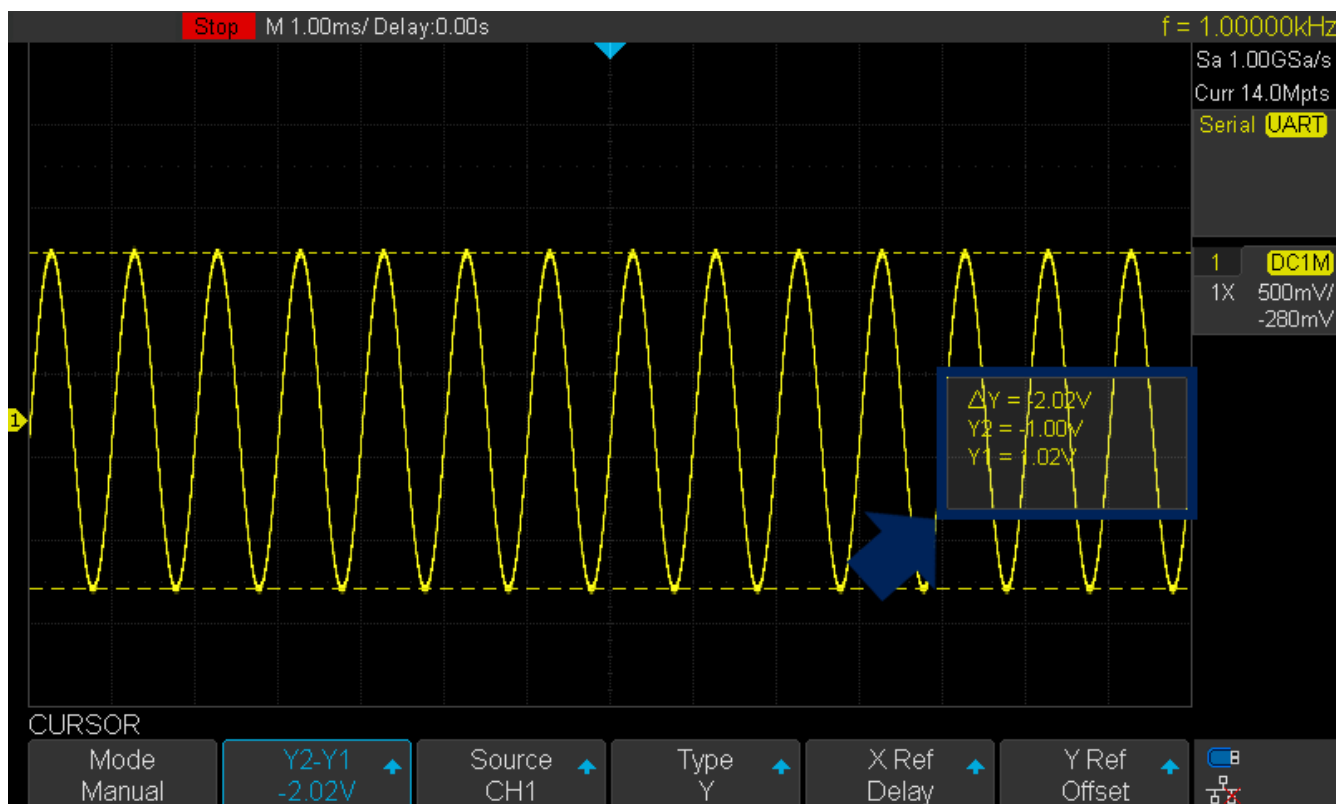

Figure 10.2 Curseurs sur l'axe Y
Utiliser le **bouton universel** pour régler les valeurs du curseur Y1 et Y2 et les valeurs sont affichées dans la zone des curseurs avec la différence entre Y1 et Y2 (Y). (Voir figure 10.2)